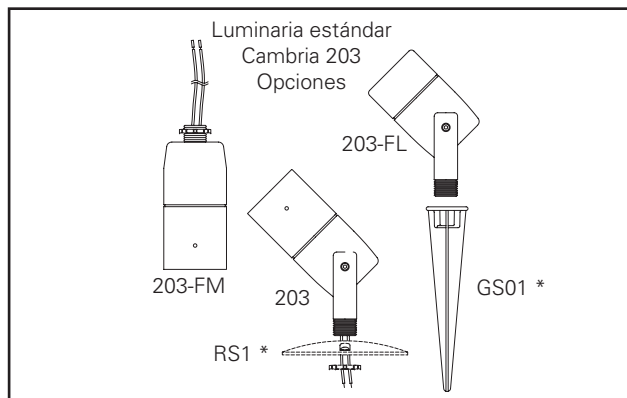

Figura 2. \* Nota: Las espigas a tierra y los demás accesorios de las luminarias deben ser ordenadas por separado.
**Para 203 (se muestra):** Lámpara halógena Bi-Pin de 12V, MR 16, máx. 50W. (Figura 2.)